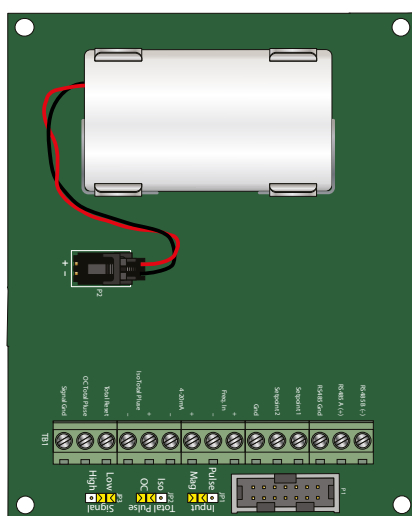

Figure 19: Remplacement de la batterie (NEMA 4X)
**Remarque:** La batterie tient en place par un circlip qui doit être coupé et remplacé (voir Figure 19). Sans circlip, le produit n'est pas validé.